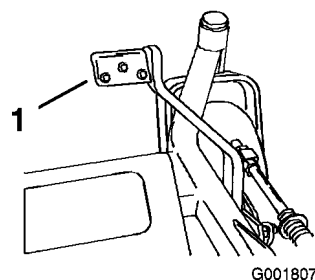

Figura 19
2. Premete la leva di sollevamento assistito ed alzate contemporaneamente la leva dell'altezza di taglio (Figura 19).